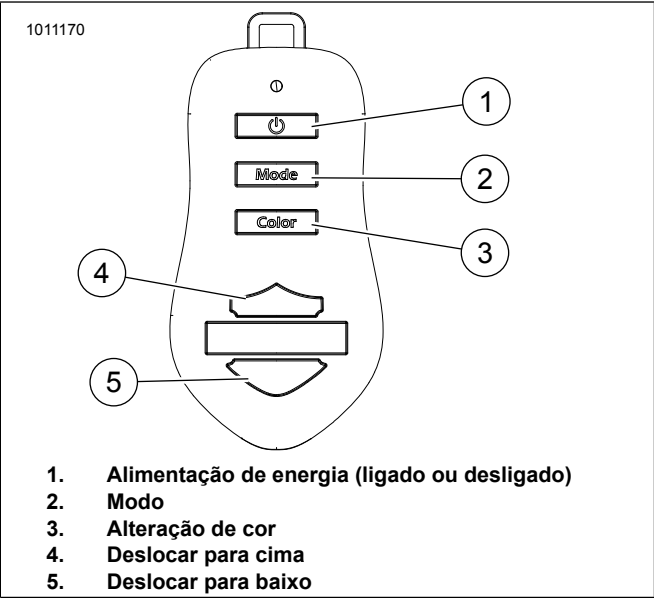

Figura 3. Comando remoto
- Ver a Figura 3. Pressione o botão Liga/Desliga (1) no comando remoto.
- Ver a Figura 3. Pressione o botão modo (2) para alternar entre os três modos.
- Prima o botão de navegação para cima (4) para aumentar a velocidade gradualmente. Manter premido para aumentar rapidamente a velocidade.
- Prima o botão de navegação para baixo (5) para diminuir a velocidade gradualmente. Manter premido para diminuir rapidamente a velocidade.
- Ver a Figura 3. Prima o botão de alteração de cor (3) para percorrer e mudar as zonas de cor.